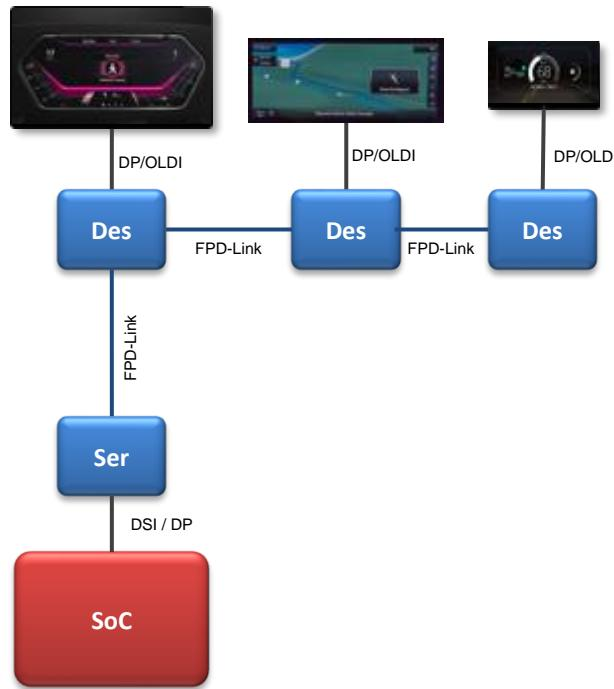

图 6. 菊花链拓扑图
- **Daisy Chain:** 现代汽车，尤其是新能源车和高端车型，通常配备多个屏幕，在多显示屏系统中，菊花链是比较重要的应用。菊花链可以支持 SOC 单接口输出，驱动多个显示器或音频处理模块。同时解决了每个屏幕都用独立线缆与主机相连导致线束复杂、沉重、昂贵的问题。其拓扑图如图 6 所示：